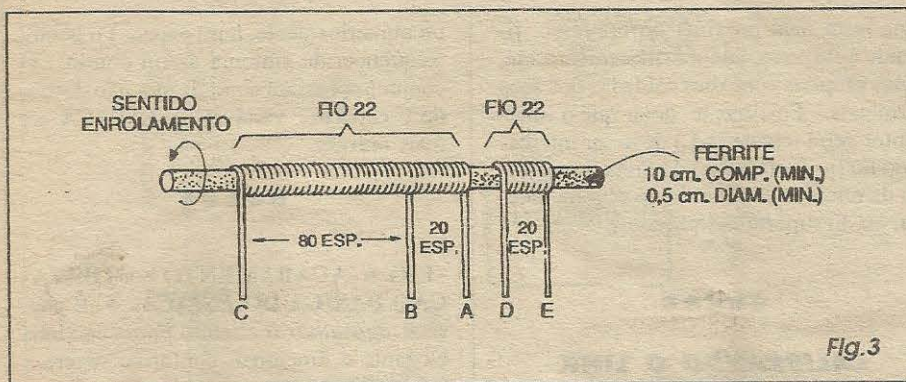
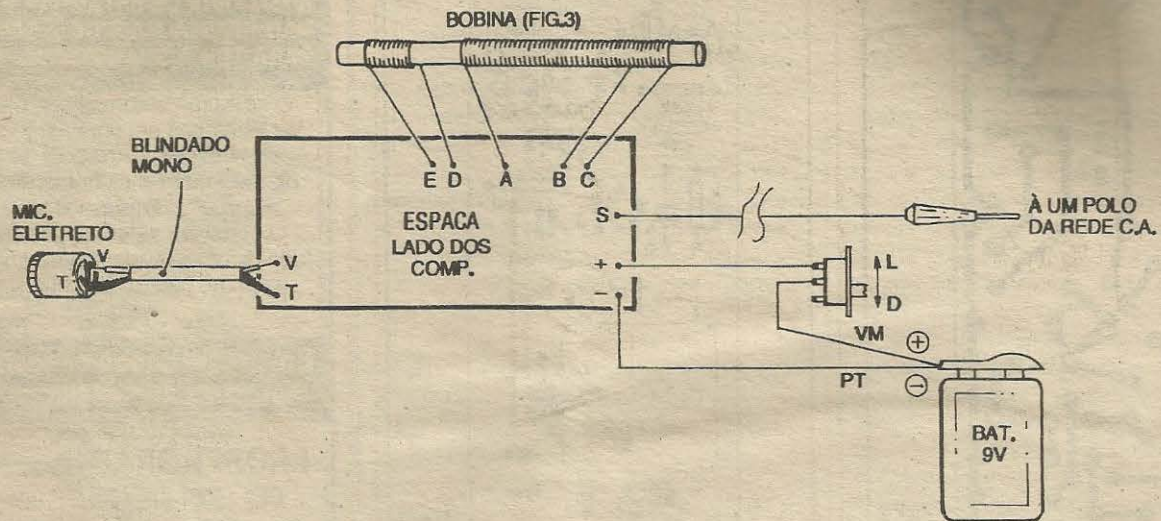

Fig. 3
Fig. 5
- **FIG. 3 - CONFECCIONANDO A BOBINA DO ESPACA**... - O diagrama detalha a construção (muito fácil...) da bobina de sintonia/oscilação do circuito... A partir de um bastião/núcleo, com medidas mínimas em torno de 10,0 cm. de comprimento por 0,5 cm. de diâmetro (pequenas variações nessas medidas não terão *muita* importância, já que a presença do capaci-
- FIG. 5 - CONEXÕES EXTERNAS À PLACA - No diagrama, o impresso continua visto pela sua face não cobreada, porém agora mostrando especificamente as ligações e componentes que ficam *fora* da placa... Embora todas muito simples, exigem uma certa atenção: a polaridade da alimentação, sempre com o fio **vermelho** indicando o **positivo** (ao ponto (+) da placa...) e o fio **preto** codificando o **negativo** (ao ponto (-) da placa...), a identificação dos terminais **vivo (V)** e **terra (T)** do microfone de eletreto, e suas respectivas ligações aos pontos **V-T** da placa, via cabo blindado mono, curto (no qual o condutor central representa o **vivo**, enquanto que a malha indica o **terra**...). O fio de saída (ponto **S**) vai ao plugue *banana* para conexão a um dos polos da tomada C.A., conforme detalhes mais adiante... O principal ponto a ser observado nas conexões externas, contudo, refere-se às ligações da bobina (rever **FIG. 3**), cuja identificação de terminais deve ser rigorosamente respeitada quanto aos fios **A-B-C-D-E-F** e correspondentes pontos da placa... É importante que a fiação entre bobina e placa fique tão curta quanto o permitirem as soldagens e acomodações gerais, de modo que a bo-